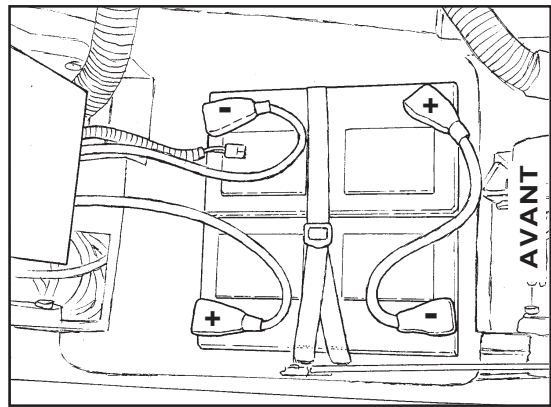

Figure 11
9. Placez les batteries dans le compartiment indiqué à la Figure 11.
10. Connecter les câbles qui relient les batteries et installer le long câble de connexion de l'ensemble des batteries comme indiqué à la figure 11.